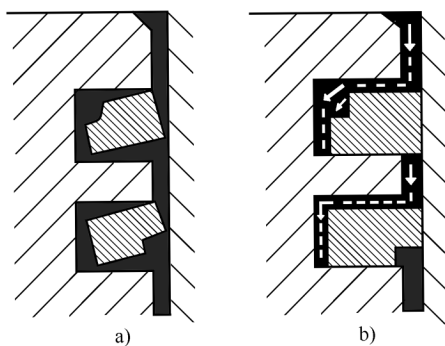

图 2-4 扭曲环工作示意图
(1)扭曲环:是将矩形环内环上方或外环下方切成台阶或倒角。扭曲环装入活塞后,由于扭曲环的断面形状不对称,而产生扭曲变形使环的上端面与环槽的上端面接触,环的下端面与环槽的下端接触,提高了环表面的接触应力,避免了环在环槽中上下窜动而产生的泵油作用。同时也增加了密封作用。扭曲环的线接触有利于密封和走合,能刮油、布油和形成楔形油膜。扭曲环工作行程见图 2-4。